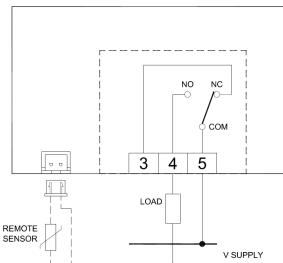

Abbildung 7
- 5** Die elektrischen Anschlüsse gemäß Schaltplänen in Abb. 7 und 8 durchführen.
Der Ausgang der Klemmen 3, 4 und 5 ist frei von Spannungen und im Unterschied zum übrigen Thermostat mit doppelter Isolierung ausgerüstet. Es ist daher möglich, eine Last von hoher Spannung (230V ~) zu speisen, wie in Abb. 7 und 8 dargestellt wird.